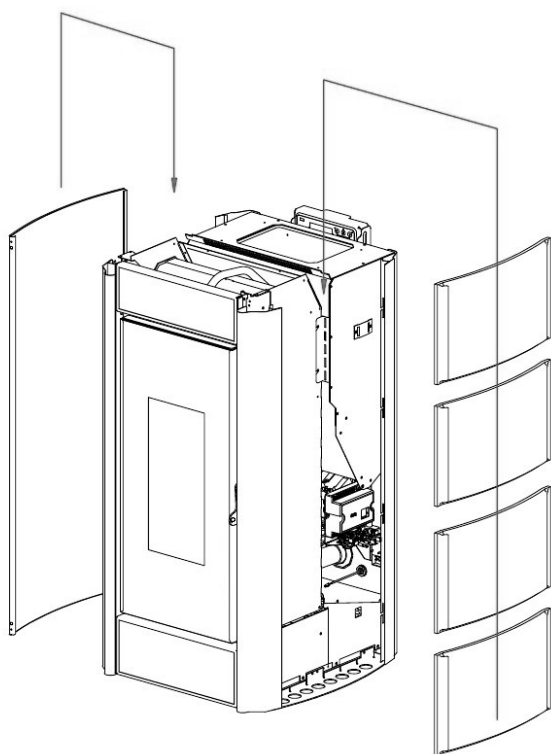

Fig. 40 - Insérer les flancs
- Insérer les flancs sur les guidages prévus à cet effet en les faisant descendre lentement jusqu'au fond (voir Fig. 40).